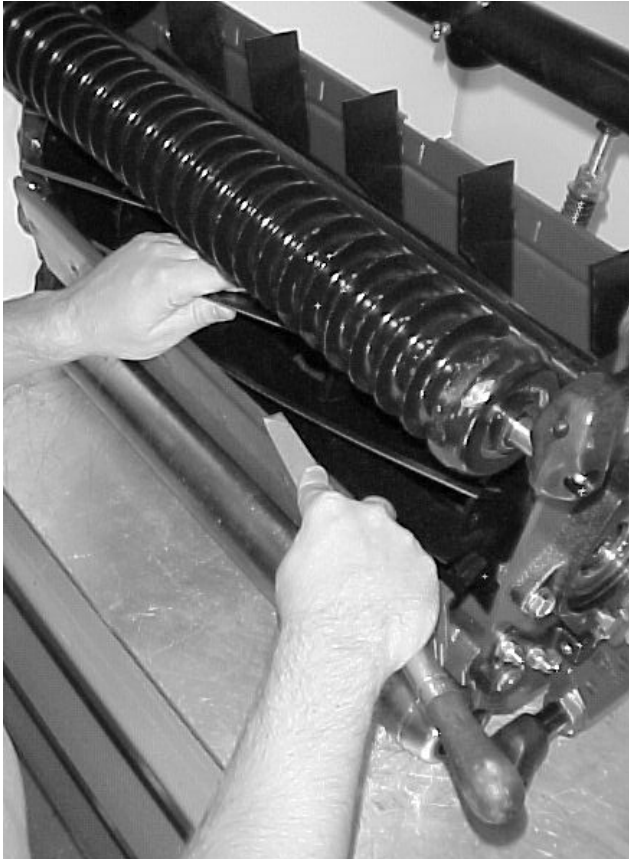

Figure 72
11. Lorsque le plateau de coupe est correctement affûté, une bavure se forme sur l'arête avant de la lame. À l'aide d'une lime, éliminez la bavure sans émousser le tranchant de la lame (Fig. 72).